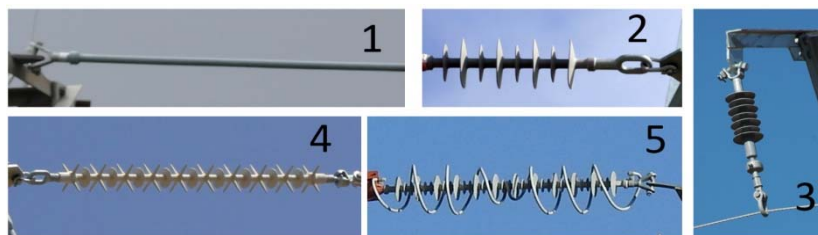

Figure 11. **Isolateurs polymères** : 1 : lisse ; 2 et 3 : avec disques ; 4 : de conception anti-perchage ; 5 : avec dispositif anti-perchage.
**Matériau de l'isolateur** : les isolateurs peuvent être en **verre**, **céramique** ou **polymère**. Les trois types de matériaux peuvent être visualisés à l'aide de photos dans cette partie de l'application. Les deux premiers types sont en forme de disque (Figures 10a –verre- et 10b –céramique-), tandis que le troisième peut avoir des formes très différentes (Figure 11).
- Isolateurs **polymères** : ceux-ci sont conçus en une seule pièce et leur partie extérieure est recouverte de ce type de matériau (aucune partie en verre ou céramique n'est visible). Ils peuvent être de longueur et d'aspect variables : lisses, avec des disques de taille identique ou différente, de conception anti-perchage, associés à des dispositifs anti-perchage, etc. (Figure 11).